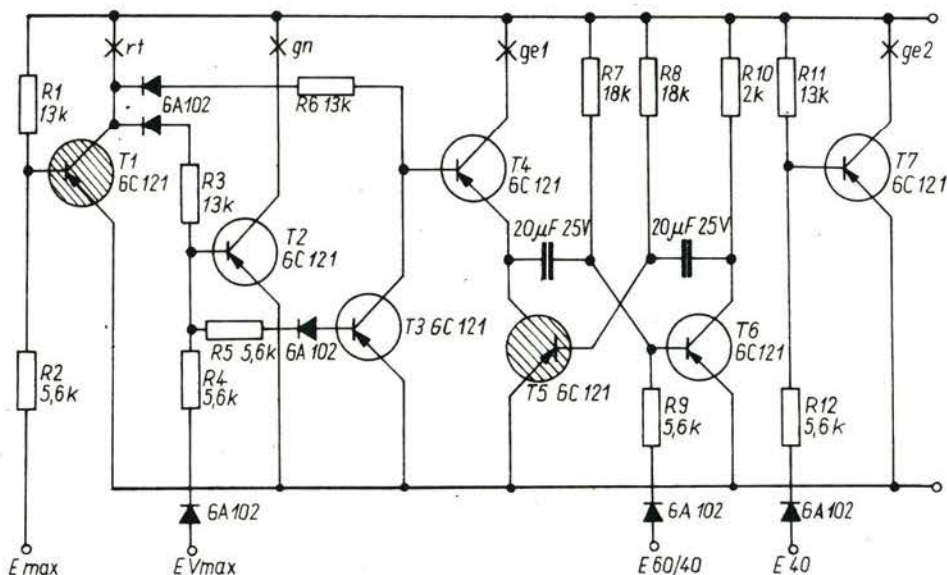

Bild 23 Signalschaltung
2.4.2.11. Signalschaltung (SS Bild 23)